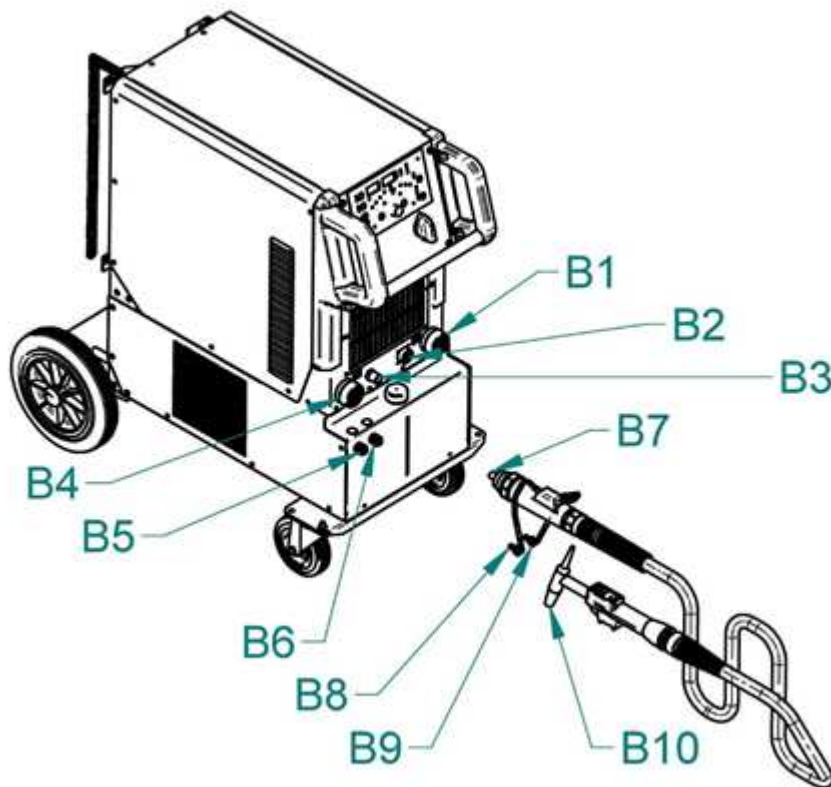

Abb. 5 – Beteiligung des wasserkühltes Brenner
2. Wasserbrenner an die Frontalplatte der Maschine von Abb.5 oben anschließen.